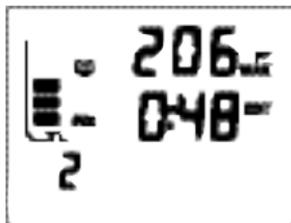

Fig. 51 - DATOS REGISTRO 2
**DATOS DE REGISTRO 2;** ésta es la información mostrada (Fig. 51):